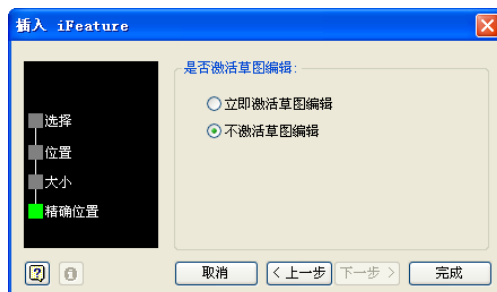
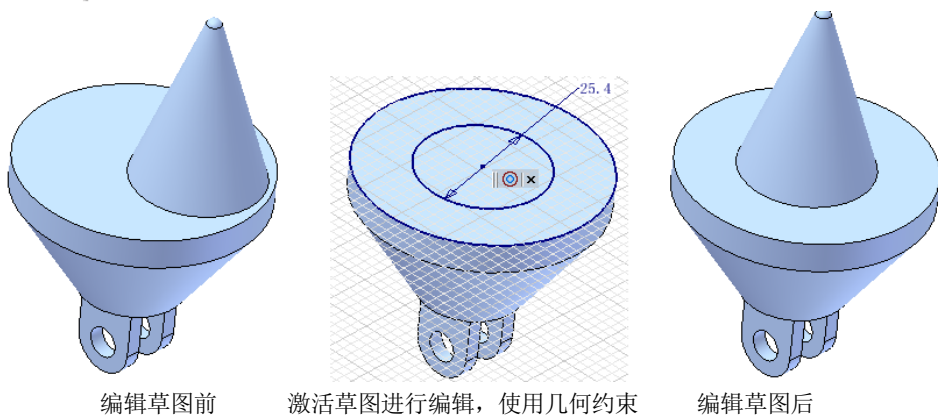

图 3-97 选择是否激活草图
图 3-98 利用编辑草图来精确定位 iFeature
(6) 单击【下一步】按钮完成最后一步的设置，即进一步确定要放置的 iFeature 的精确位置，此时的【插入 iFeature】面板如图 3-97 所示，用户可选择是否编辑草图，如果激活草图编辑的话，则意味着 iFeature 可通过约束和尺寸定位，此时 iFeature 的草图被激活到编辑状态，可通过在父特征上使用尺寸和约束来定位 iFeature 的草图，以达到精确控制 iFeature 的位置的目的。图 3-98 显示了利用编辑草图来精确定位 iFeature 的方法。